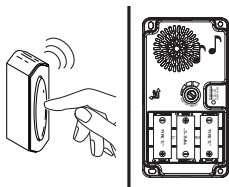

Figure 3
3. Plage d'essai. Positionnez temporairement le carillon et l'unité de bouton-poussoir à l'endroit où vous voulez les monter. Enfoncez le bouton-poussoir pour vous assurer que celui-ci et le carillon fonctionnent correctement (voir la Figure 3). Si le carillon ne retentit pas, consultez la section *Dépannage*.